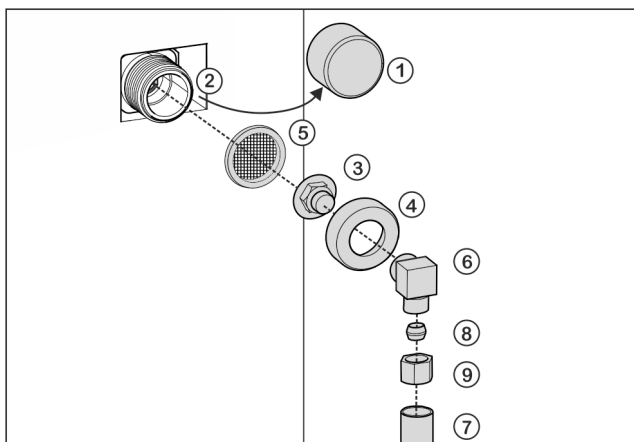

Fig. 26
- ▶ Enlever le bouchon Fig. 26 (1) de l'électrovanne Fig. 26 (2).
- ▶ Insérer la pièce de raccordement Fig. 26 (3) dans l'écrou-raccord Fig. 26 (4).
- ▶ Insérer le filtre Fig. 26 (5) avec la cavité dirigée vers le bas en direction de la pièce de raccordement Fig. 26 (3).
- ▶ Visser l'écrou-raccord Fig. 26 (4) à la main sur le filetage de l'électrovanne Fig. 26 (2) jusqu'à ce qu'il soit bien positionné.
- ▶ Visser le coude Fig. 26 (6).
- ▶ Raccorder la conduite d'eau Fig. 26 (7) (par ex. conduite en cuivre de 1/4" OD) au coude Fig. 26 (6) à l'aide de la bague de serrage Fig. 26 (8) et de l'écrou Fig. 26 (9).
- ▶ Si nécessaire : Fixer la conduite d'eau Fig. 26 (7) sur le boîtier à l'aide de l'étrier d'arrêt.
- ▶ Mettre le coude Fig. 26 (6) de côté.
- ▶ Raccorder la conduite d'eau Fig. 26 (7) (par ex. conduite en cuivre 1/4" OD) à la pièce de raccordement Fig. 26 (3) avec une bague de serrage Fig. 26 (8) et un écrou Fig. 26 (9).